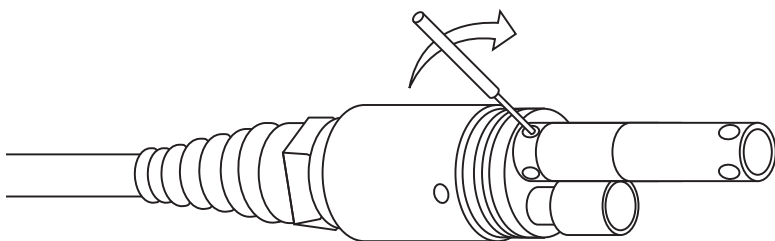

Figura 5 Strumento d'installazione usato per serrare il dado di bloccaggio in acciaio inossidabile del sensore C/T.
6. Una volta completamente installato, il dado farà battuta contro la giunzione. A questo punto, usare lo strumento incluso con il sensore per ruotare il dado di un altro quarto o mezzo giro (Figura 5). **NON serrare eccessivamente.**